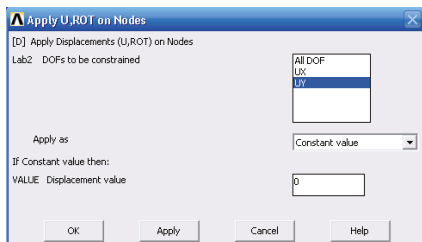

图 3-17 施加位移约束对话框
6) 选择 Main Menu | Solution | Define Loads | Apply | Structural | Displacement | On Nodes 命令，出现 Apply U,ROT on N 拾取菜单，单击 Pick all 按钮，出现 Apply U,ROT on Nodes 对话框。在 Lab2 DOFs to be constrained 列表框中选择 UY，在 VALUE Displacement value 输入栏中输入 0，如图 3-17 所示，单击 OK 按钮关闭该对话框。